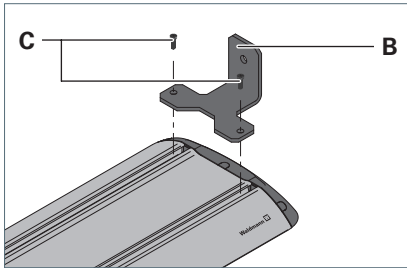

Fig. 12: Winkel für Montageart „Seitlich“ montieren.
- Montieren Sie den beigelegten Winkel **B** mit den beigelegten Schrauben **C** und den Gleitmuttern an die Leuchte und ziehen Sie die Schrauben fest, siehe Fig. 12.